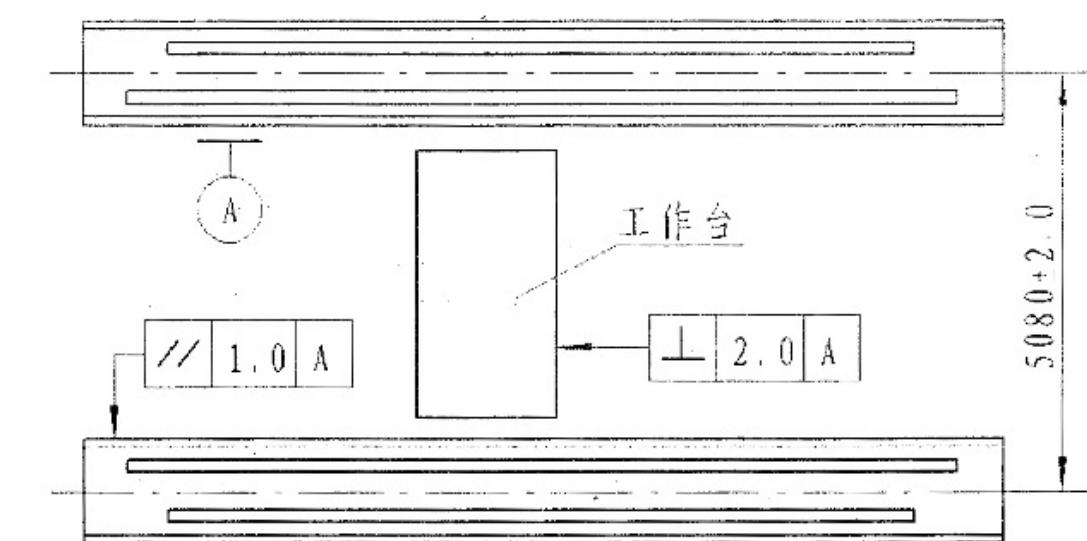

图 1
- a、将左、右导轨梁分别放置到左、右侧水泥基础上，用螺栓支撑。调整左、右导轨梁的距离、平行及前后位置，保证两导轨梁中心距为  $5080 \pm 2.0\text{mm}$ ，平行度误差不大于  $1.0\text{mm}$ ，前后位置误差不大于  $4.0\text{mm}$ ，同时确保左、右导轨梁与工作台车上工作台面长度方向 ( $3250\text{mm}$ ) 垂直，保证垂直接度误差≤ $2.0\text{mm}$ 。（见图 1）